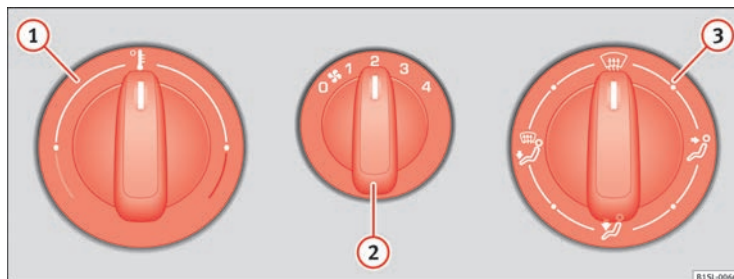
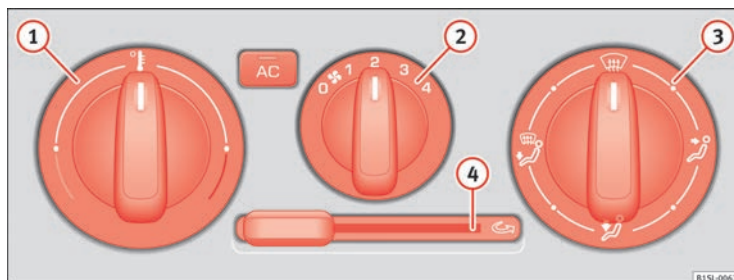

Abb. 102 In der Mittelkonsole: Drehregler des Heiz- und Frischluftsystems.
Abb. 103 In der Mittelkonsole: Bedienungselemente der Klimaanlage. ▶
Taste, Regler	Ergänzende Informationen. Heiz- und Frischluftsystem ⇒ Abb. 102 und Klimaanlage ⇒ Abb. 103.
- Gebläse ⇒ Abb. 102  auf Stufe 1 oder 2 stellen.
- Temperaturregler ⇒ Abb. 102  auf mittlere Position stellen.
- Luftverteilungsregler ⇒ Abb. 102  in Defroststellung drehen.
*Einschalten:* Schieberegler → Abb. 103 **4** bis zum Anschlag nach rechts schieben.
*Ausschalten:* Schieberegler → Abb. 103 **4** bis zum Anschlag nach links schieben. ▶